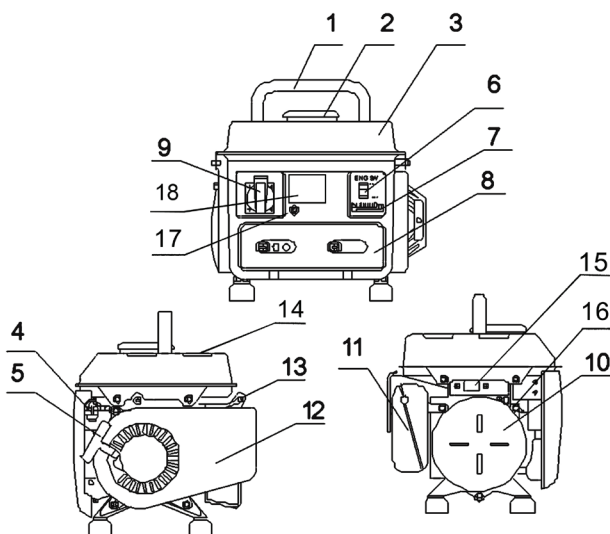

рис. 1
ратора. Передача осуществляется через коническое сопряжение ротора генератора и вала двигателя. При этом образуется самоцентрирующаяся трёхопорная схема соединения. С обмоток статора генератора напряжение подводится: через систему стабилизации на розетку переменного тока (рис.1 поз.9); через выпрямительный блок на розетку постоянного тока (рис.1 поз.15).
2.4 Общий вид бензогенератора представлен на рис.1
Электрическая сеть подключения потребителей относится к системе с изолированной нейтралью, предусматривающей защитное заземление открытых токопроводящих частей корпуса. В зависимости от местных условий (состав грунта, его влажность и т.п.) изменяется качество заземления. Во всех случаях защитное заземление должно иметь сопротивление не более 4-х Ом. Во время работы бензогенератора его клемма заземления (рис.1 поз.16) должна быть подсоединена к заземлителю. Практически это требование может быть реализовано следующими способами:
5.2.1 Отключить всех потребителей переменного и постоянного тока от генератора. Перевести автоматический выключатель (рис.1 поз.17) в положение «ВЫКЛ.».
- перевести выключатель зажигания (рис.1 поз.6) в положение «ВКЛ.»;
- открыть топливный кран (рис.1 поз.4);
- перевести рычаг управления воздушной заслонкой (рис.1 поз.7) в крайнее левое положение «закрето» при пуске холодного двигателя (для прогретого двигателя рычаг устанавливается в промежуточном положении);
- резко, с усилием потяните рукоятку стартера (рис.1 поз.5) до упора, повторите действие ещё раз, если двигатель не завёлся.
После прогрева двигателя в течение 10-40 секунд (в зависимости от начальной температуры), перевести рычаг воздушной заслонки (рис.1 поз.7) в крайнее правое положение «открыто».
- перевести выключатель зажигания (рис.1 поз.6) в положение «ВыКЛ.»;
- закрыть топливный кран (рис.1 поз.4).
дить при выключенном двигателе и отсоединённом колпачке высоковольтного провода свечи зажигания (рис.1 поз.13).